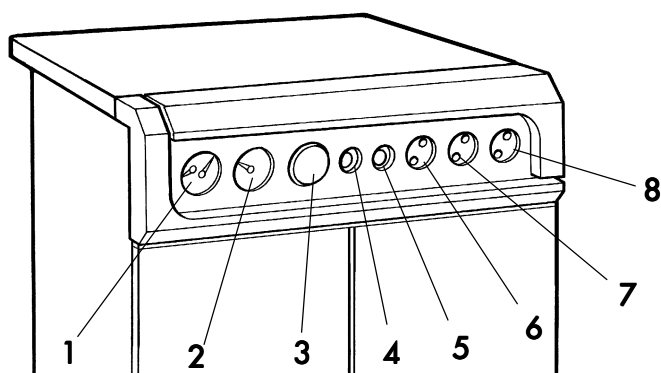

Fig. 7
### 5.07 Regolazione della temperatura dell'acqua sanitaria (fig. 7 - pos. 8)